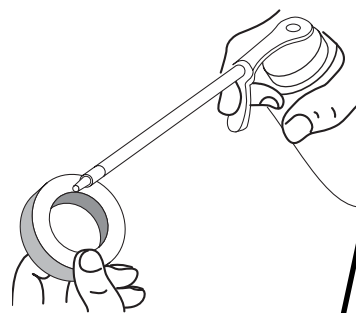

Fig. 28
4. Aplique suficiente aceite limpio SAE 30 para recubrir ligeramente el filtro (Fig. 28).